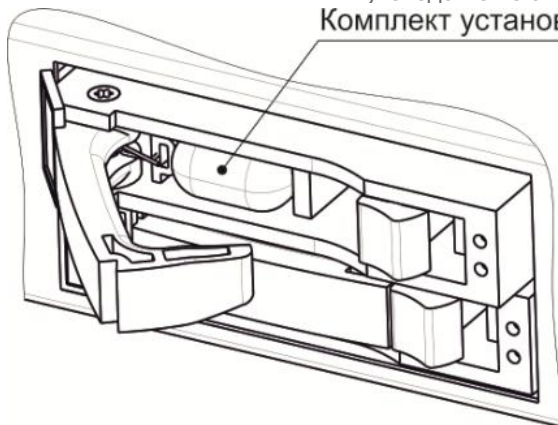

Рисунок 24 – Расположение комплекта крепежных элементов при поставке
2. Извлечь комплект крепежа, расположенный под ручкой выталкивателя, рисунок 24.